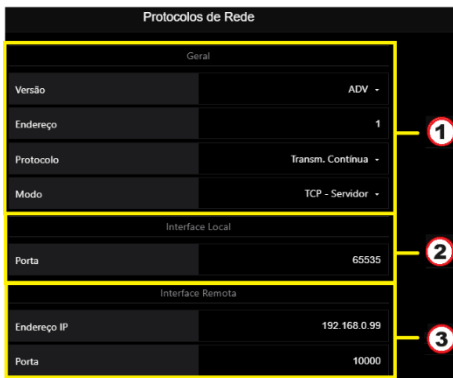

Figura 56 – Página de configuração de Protocolos de Rede via Alfa Web Monitor
Os Protocolos de Rede, no ambiente do Alfa Web Monitor, possuem as mesmas características e opções de configuração do menu disponível via teclado do Indicador de Pesagem. No primeiro bloco (representado pelo item 1 na Figura 56 (Figura 56)) é possível ao usuário realizar as definições gerais do módulo, como a escolha entre versão (standard ou advanced), qual o endereço, protocolo (Modbus RTU over Ethernet, Modbus TCP Transmissão Contínua, Alfa ASCII, Transmissão Padrão 3102) e modo de operação (TCP Servidor, TCP Cliente ou UDP). Os dados de interface local e remota são possíveis de serem alterados pelos blocos 2 e 3 respectivamente.